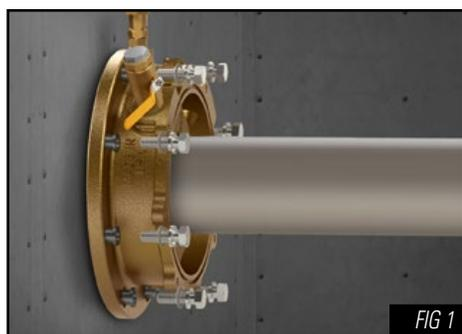

FIG 1
10. Os parafusos de fixação do alojamento podem agora ser firmemente apertados usando um padrão cruzado para que o alojamento fique uniformemente apertado. Para os valores de torque consulte o gráfico na pág. 10, Apêndice C. (FIG 1.)